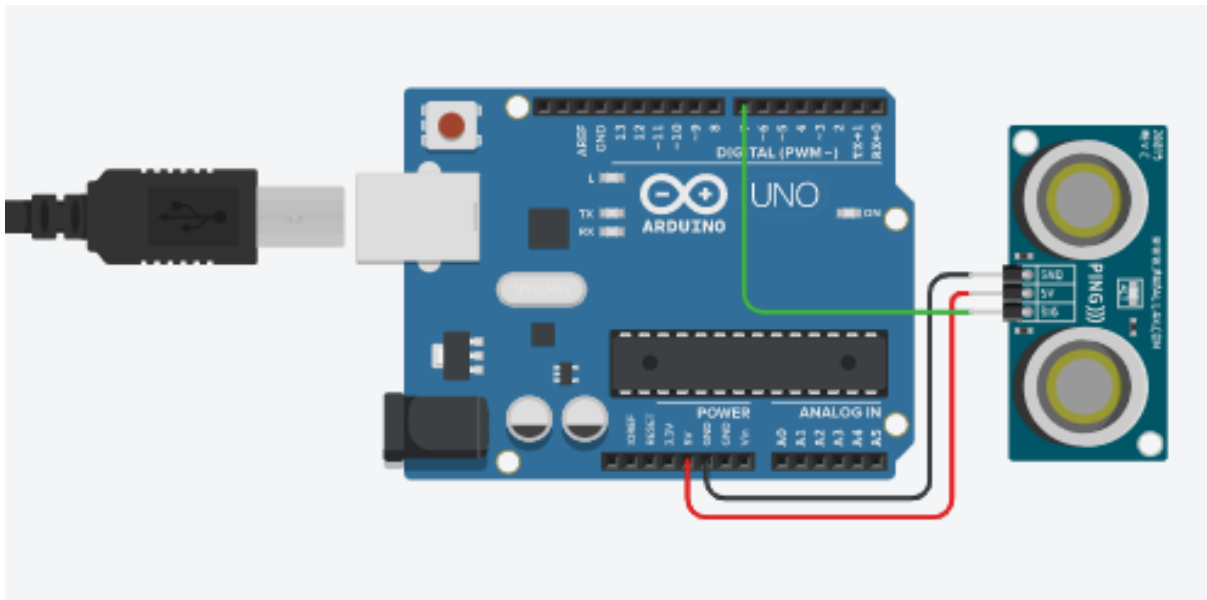

Figura 1 Sensor Ultrasonico
1. Basado en la imagen que se muestra, ensamble dentro del simulador a utilizar, el circuito electrónico indicado en la **Figura 1**.
4. Una vez completados los puntos anteriores, agregue a la Figura 1, **un Display I2C 16x2 LCD**, y coloque la imagen del circuito completado hasta este apartado.